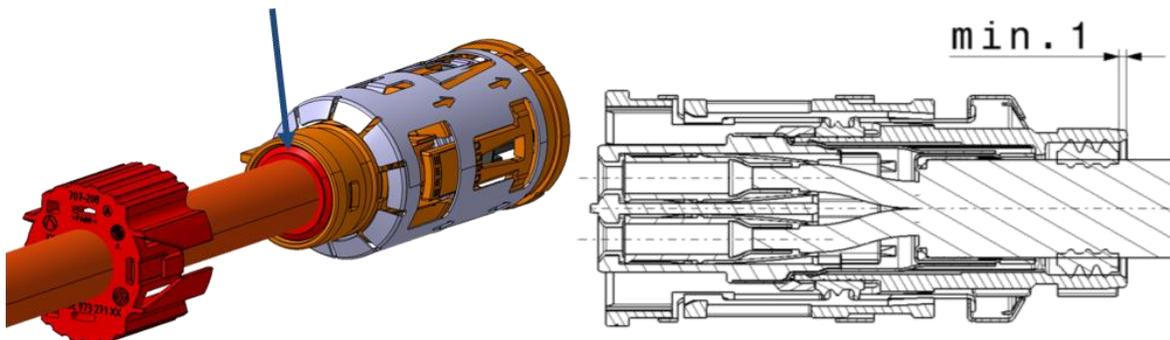

Bild 73: Darstellung der Leitungsdichtung in der Endposition
- Bei der Montage ist zu beachten das die Dichtung [2] min. 1mm innerhalb der Verriegelungshülse [3] positioniert ist (siehe Bild 73).